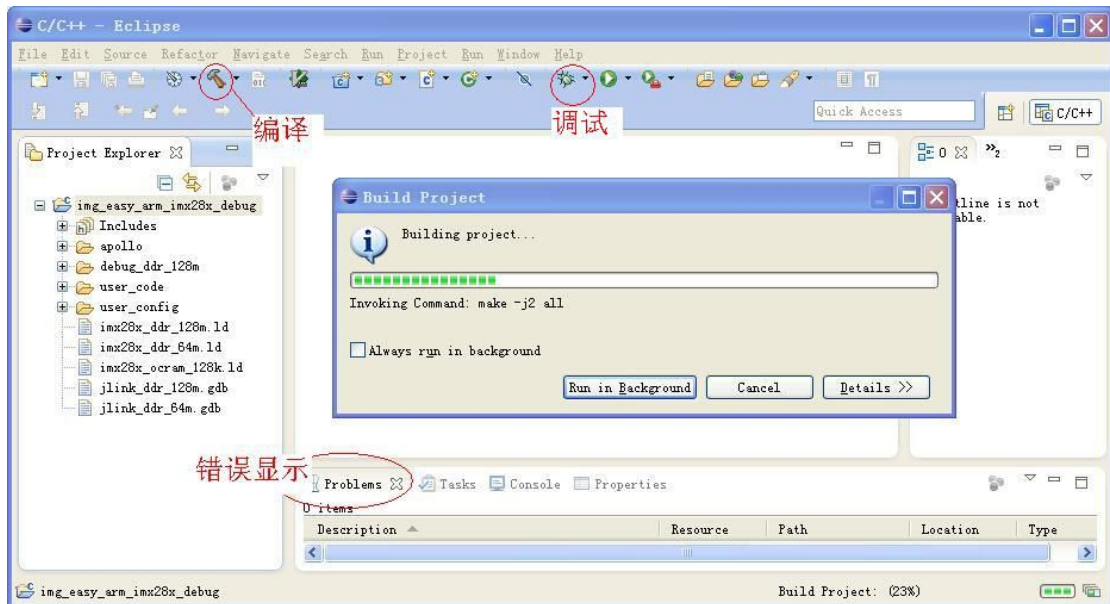
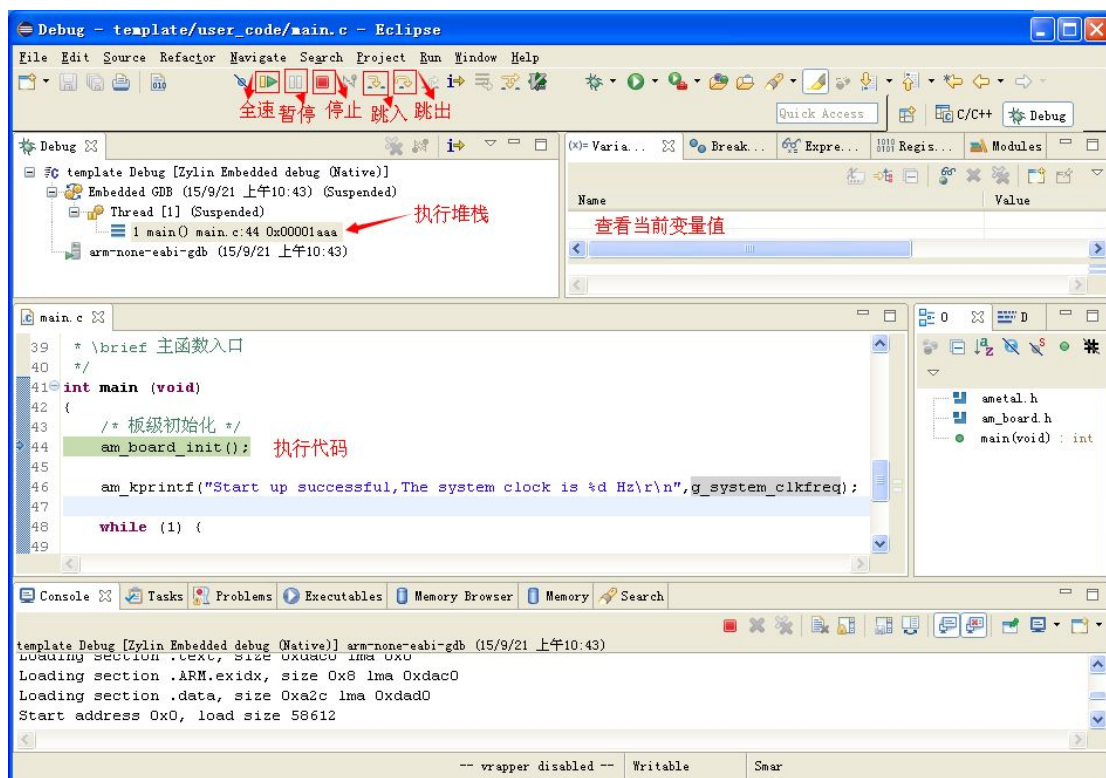

图 3.6 编译 SDK 中
图 3.11 调试界面
点击如图 3.6 所示的【编译】按钮，即可编译 SDK 包中的示例工程，如图 3.6 所示，正在编译工程。
编译后，可以在如图 3.6 所示的【错误显示】“Problems”中查看错误或警告信息，双击相关错误项即可跳转到相应代码中。
调试前，需要进行配置（配置只需要一次）。选择如图 3.6 所示的【调试】的下拉菜单，选择“Debug configurations”->双击“Zylin Embedded debug (Native)”
3. 在配置完调试选项后（参考 3.3.1），点击如图 3.6 所示的【调试】按钮，即可进入调试界面，如图 3.11 所示：